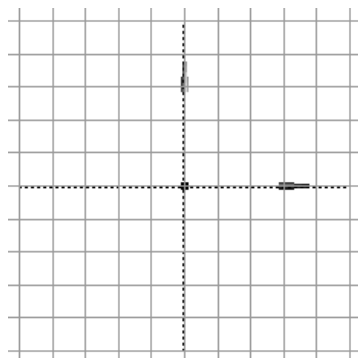

图 3.2.12 显示草栅格
- **Show in 2D:** ☒ 选项：选中该选项，显示草绘栅格（图 3.2.12）。